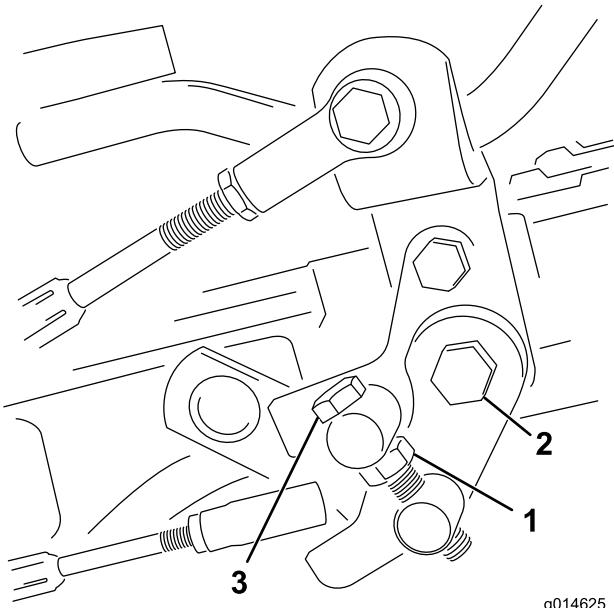

Figura 49
- Allentate il controdado sul bullone di articolazione (Figura 49).
4. Serrate il controdado sul bullone di articolazione e il dado sul perno del pedale per fissare la regolazione (Figura 49). Controllate la messa a punto, e all'occorrenza ripetete la regolazione.